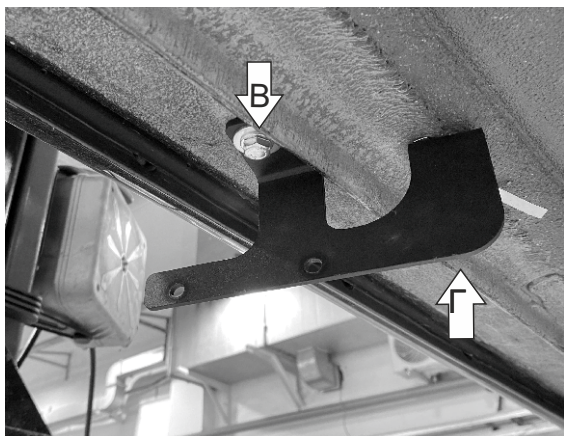

Рис. 5
6. Закрепить средний кронштейн болтами М8х30 с шайбами 8 ув. в гайках закладных М8 (В),(Г) (Рис.5).